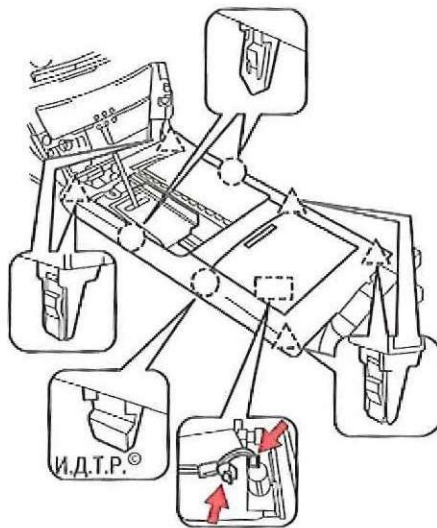

Рис. 6.15. Крепление верхней панели облицовки тоннеля пола
14. Преодолевая сопротивление фиксаторов (рис. 6.15), отведите верхнюю панель облицовки тоннеля пола в сторону и отсоедините от выключателей колодки жгутов проводов. Снимите верхнюю панель.